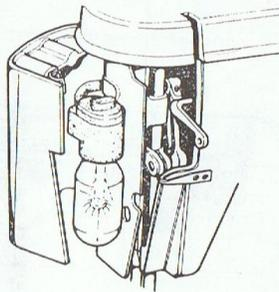

Abb. 35
25. Auswechseln der Glühlampe (Abb. 35)
Frontkappe (31) öffnen, Schraube (32) ausziehen, Lampe leicht hochdrücken, links herum drehen und aus der Fassung herausnehmen. Neue Lampe einführen (Abbildung 35), wobei die Führungsstifte in die Fassungsschlitz eingreifen müssen. Lampe hochdrücken und rechtsherum drehen (Glühlampe max. 15 Watt).